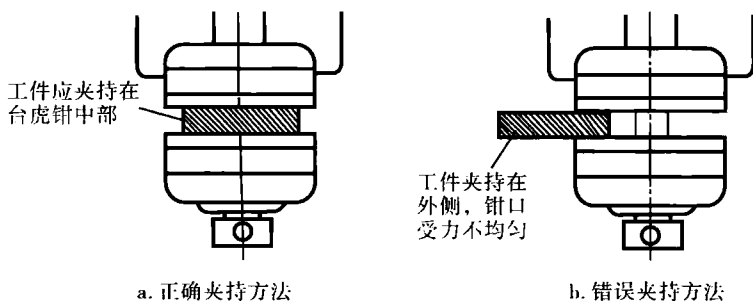

图 1-12 夹持工件方法
(5) 台虎钳的钳砧座上可放置工具,也可用于小型薄板料的矫正。但不要在活动钳身的其他光滑表面上进行敲击作业,否则会降低它与固定钳身的配合性能。
(6) 丝杠、螺母和其他活动表面要经常清理污物,添加润滑油,并保持清洁。这样有利于润滑和防止生锈,也可延长台虎钳的使用寿命。
(7) 在允许的情况下,尽可能将工件夹持在台虎钳的中部,以免使钳口受力不均,如图 1-12 所示。